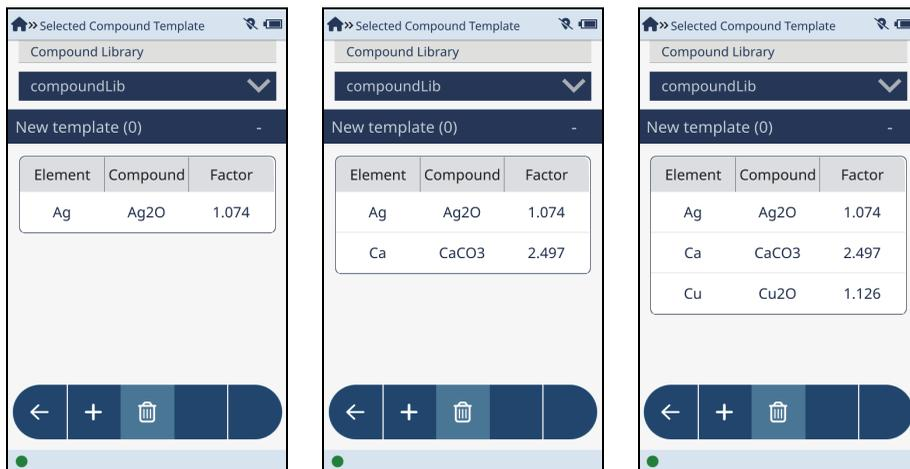

图 2-92 添加3个化合物的序列
6. 继续添加化合物，直到您的模板制作操作完成（参见第102页的图 2-92）。